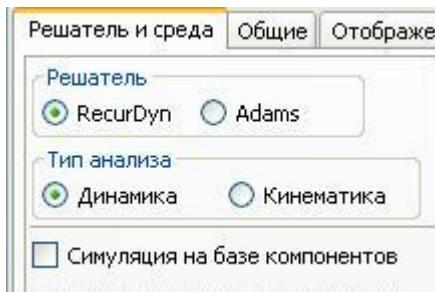

Рис.3
- Чтобы узнать – какой решатель используется в данный момент, нужно выполнить команду *Файл \ Утилиты \ Настройки по умолчанию \ Симуляция кинематических механизмов \ Препроцессор*. В результате вы увидите содержимое диалогового окна, представленное на рис.3. Казалось бы, глядя
на рис.3, можно выбрать любой *Решатель*. Тем не менее, мы не рекомендуем менять *Решатель*, потому что весь функционал системы NX сейчас настроен именно на решатель *RecurDyn*!!!